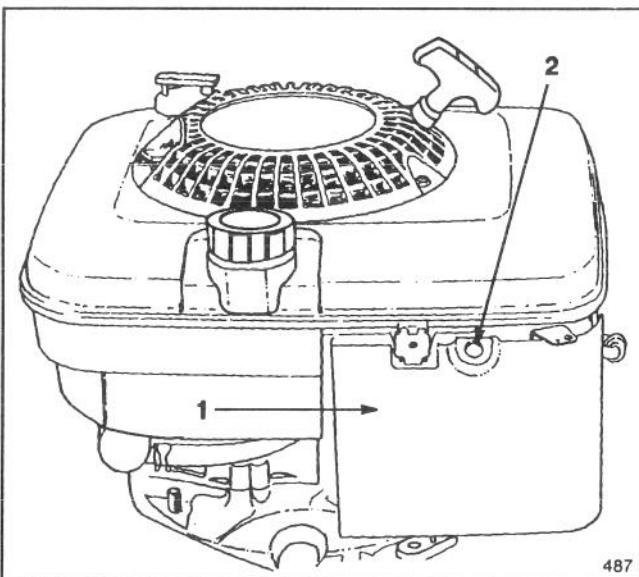

Abb. 15
- Die Schraube des Luftfilterdeckels entfernen (Abb. 15). Den Deckel vom Motor abnehmen und sorgfältig reinigen.